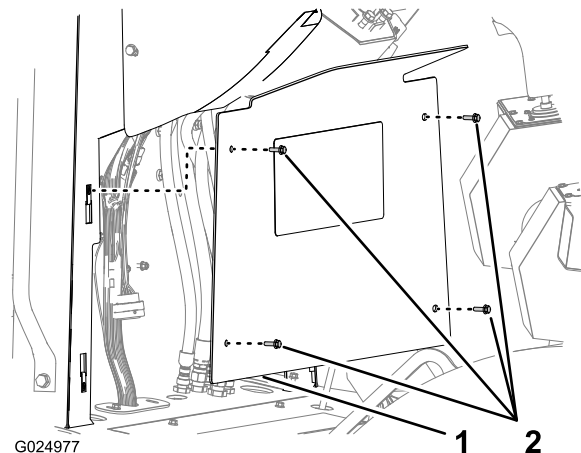

Figura 116
1. Retire los 4 pernos de cabeza hexagonal con arandela prensada (6 x 20 mm) que sujetan el panel inferior de la consola a la consola, y retire el panel (Figura 116).
- Alinee el panel inferior de la consola con la consola (Figura 116).